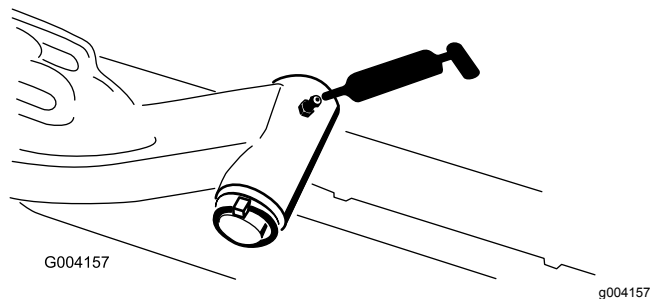

Figura 61
- Eixo das articulações do braço de elevação (1 cada) – Figura 61